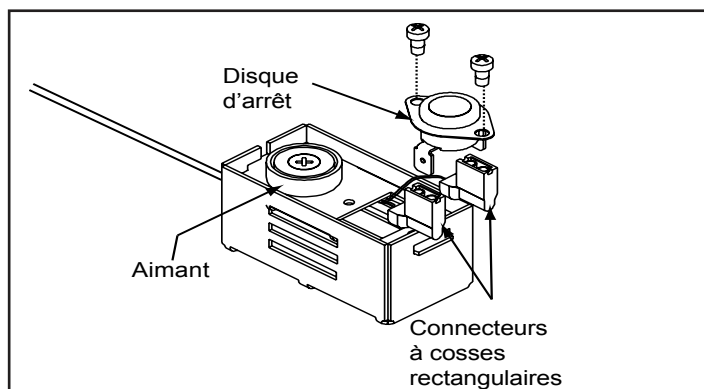

Figure 18.1
4. Tirez le disque d'arrêt et les connexions à cosses rectangulaires vers le haut pour les sortir du support comme illustré à la **Figure 18.1**